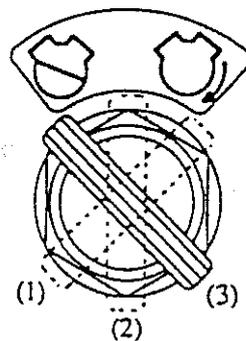

Figure 11
### Contacteur à clé (5) (fig.11)